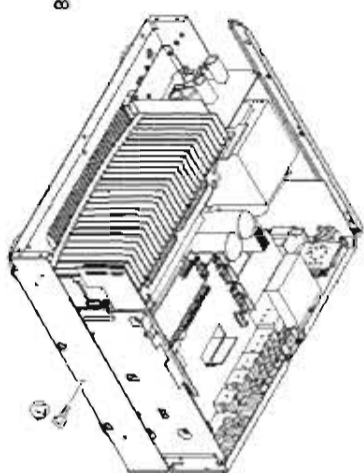

Fig. 8
- Put the rubber sheet and cloth over the equipment. Then place the P.C.B.s upside down on the cloth and check it. (Fig. 8)
In main unit, the ground of rear unit is connected to the main unit. When this rear unit are removed from main unit, connect the ground to the main unit, using a ground lead or such. (Fig. 8)
- 本機の上にコムシートと布を敷き、その上にP.C.B.を裏返しに置いてチェックします。(Fig. 8)
本機ではリアユニットのグランドが本機に接続されています。リアユニットを本機より取り外した場合は、リーフレッド等でグランドを本機に接続してください。(Fig. 8)